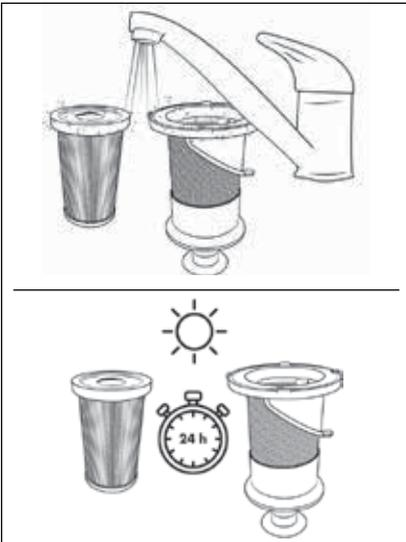

Fig. 20
- 5) Rincez le filtre HEPA ⑤ et le filtre en acier inoxydable ⑥ sous l'eau froide ou tiède. Laissez le filtre HEPA ⑤ et le filtre en acier inoxydable ⑥ sécher complètement à l'air avant de les replacer dans le bac à poussière ⑦ (voir fig. 20).
- ▶ Lors du nettoyage du filtre en acier inoxydable ⑥, faites attention à ne pas perdre la tubulure en caoutchouc située sur l'ouverture inférieure.